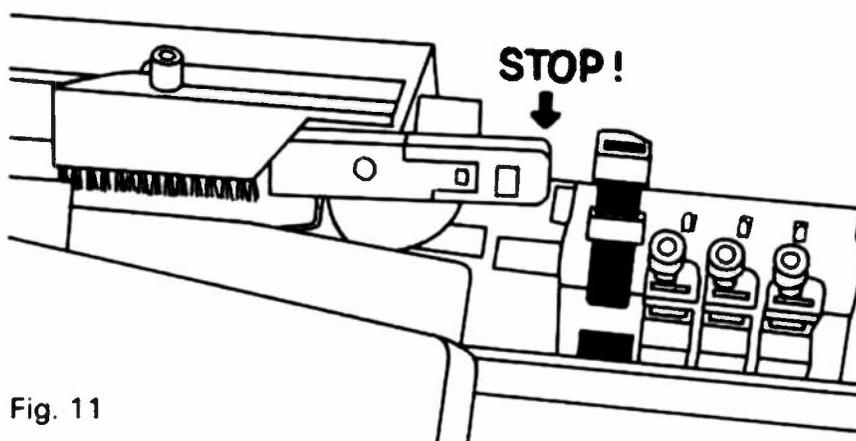

Fig. 11
*Zum Einfarbig-Stricken arbeiten Sie jetzt wie gewohnt weiter. Sie dürfen jedoch das Schloss **rechts nur bis vor den Color** in die «Stop-Stellung» führen, Fig. 11.*